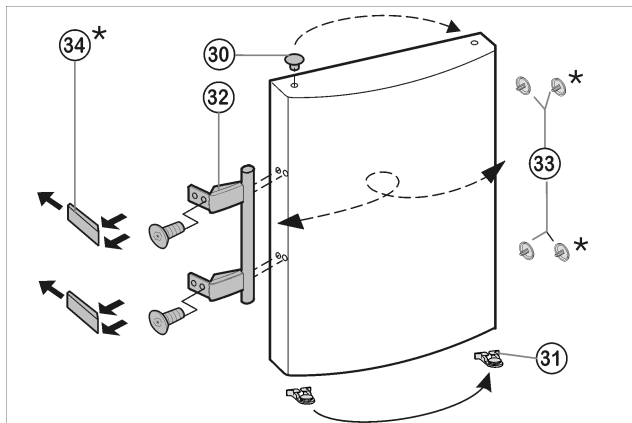

Fig. 8
- Zátky Fig. 8 (30) vyjměte z pouzdra ložisek dveří a přemístěte je.
- Madlo dveří Fig. 8 (32), zátky Fig. 8 (33) a krycí destičky* Fig. 8 (34) odmontujte a přemontujte na protější stranu.